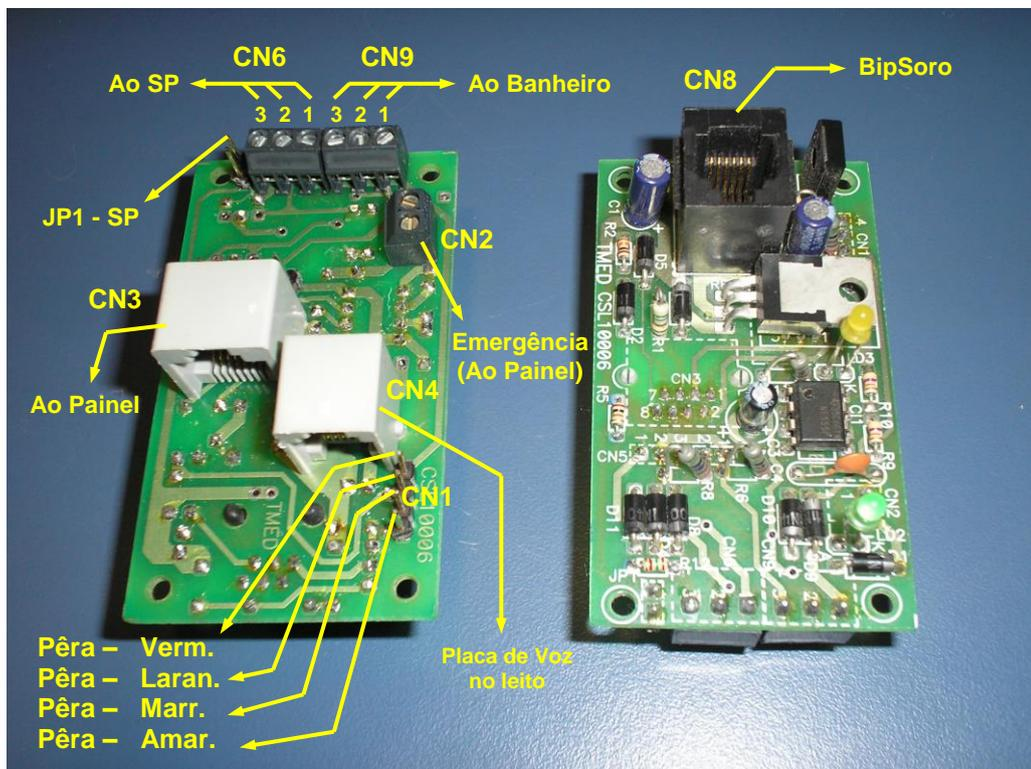

Figura 9 – Unidade de Comando (UC)
A **Figura 9** abaixo corresponde à vista das faces anterior e posterior da placa de circuito da UC. Os passos seguintes o guiarão no processo de instalação da UC em cada um dos leitos.
- a. Na face posterior da placa da UC (veja a **Figura 9**), localize o receptáculo RJ-45 rotulado com "**CN3**". Em seguida, na caixa de passagem onde será instalada a UC, identifique o cabo de pares trançados que vem do **painel de sinalização (PS)**. Na extremidade deste cabo deve haver um plug RJ-45 previamente crimpado. Encaixe este plug no receptáculo **CN3**.
- b. **Execute este passo apenas se você optou por uma chamada de banheiro padrão.** Na face posterior da placa da UC (veja a **Figura 9**), localize o borne de conexão rotulado com "**CN9**". Em seguida, na caixa de passagem onde será instalada a UC, identifique o cabo de pares trançados que vem do banheiro. Use uma chave de fenda 1/8"x3" para conectar uma das vias deste cabo ao pino 1 do borne **CN9**, uma segunda via ao pino 2 e uma terceira via ao pino 3 do mesmo borne. Não esqueça de anotar a correlação entre as cores das vias usadas e o número do pino ao qual estão conectadas.
- c. Na face posterior da placa da UC (veja a **Figura 9**), localize o borne de conexão rotulado com "**CN6**". Em seguida, na caixa de passagem onde será instalada a UC, identifique o cabo de pares trançados que vem do **sinalizador de porta (SP)**. Use uma chave de fenda 1/8" x 3" para conectar uma das vias deste cabo ao pino 1 do borne **CN6**, uma segunda via ao pino 2 e uma terceira via ao pino 3 do mesmo borne. Não esqueça de anotar a correlação entre as cores das vias usadas e o número do pino ao qual estão conectadas.
- d. Certifique-se quanto à existência de um jumper de programação ligando mutuamente os dois pinos de **JP1**. Veja a **Figura 9** acima. *Apenas quando os dois pinos deste jumper estiverem em curto-circuito, o sinalizador de porta estará habilitado e funcionará normalmente num apartamento com uma única UC.*
- e. **Execute este passo apenas se o seu Sistema de Chamada for equipado com viva-voz.** Localize o receptáculo RJ-12 rotulado com "**CN4**" que fica na face posterior da placa da UC. Veja a **Figura 9**. Use o cabo de 6 vias (fornecido com a função opcional de viva-voz) para conectar a placa da UC à placa de voz do leito. *Observe que a placa de voz será instalada numa caixa de passagem 4x4" localizada ao lado da caixa onde será instalada a UC. Observe também que o cabo de 6 vias vai de uma caixa à outra passando pelo eletroduto que as une.*
- f. **Execute este passo apenas se o seu Sistema de Chamada for equipado com chamada de emergência.** Quando o sistema for equipado com chamada de emergência, será necessária a passagem de um fio CCI (usado em instalações telefônicas internas) do painel de sinalização à caixa de passagem onde será instalada a UC. Para isto deve-se sempre usar o mesmo eletroduto (ou calha) por onde passa o cabo de pares trançados que liga o painel à UC. Localize o borne rotulado com "**CN2**" que fica na face posterior da placa da UC. Veja a **Figura 9**. Conecte uma das vias do fio CCI ao pino 1 do borne **CN2** e a outra via ao pino 2.
- h. **Instalando o Sinalizador de Porta (SP):** localize o conjunto do sinalizador de porta (composto pela placa de circuito, pela tampa sega 4x2", pelo suporte da tampa e pelo
- O sinalizador de porta deve ser conectado à UC do leito mais próximo da porta. Na caixa de passagem onde será instalada a placa da UC mais próxima à porta, identifique, o cabo de pares trançados que vem do **SP**. Identifique também o borne rotulado com "**CN6**" localizado na placa desta UC. Escolha três vias do cabo vindo do SP e use uma chave de fenda 1/8"x3" para conectar uma das vias ao pino 1, outra ao pino 2, e outra ao pino 3 deste borne. Na outra extremidade deste cabo (que estará na caixa de passagem onde será instalado o SP), selecione as mesmas três vias para ligar ao borne rotulado com "**CN1**" da placa de circuito do **SP**. Observe que o **pino 1** do borne **CN6** (na UC) deve ser ligado ao **pino 1** do borne **CN1** (no SP). Semelhantemente, o **pino 2** do **CN6** deve ser ligado ao **pino 2** do **CN1** e o **pino 3** do **CN6** deve ser ligado ao **pino 3** do **CN1**. Feito isto, ligue também, em paralelo, o **pino 1** do borne **CN6** de cada uma das outras UCs (da mesma enfermaria) ao **pino 1** do borne **CN6** da UC próxima à porta. Ligue ainda, em paralelo, o **pino 2** do borne **CN6** de cada uma das outras UCs (da mesma enfermaria) ao **pino 2** do borne **CN6** da UC próxima à porta. Veja as **Figuras 9 e 11** acima. Feito isso, remova o jumper de programação **JP1** (veja a **Figura 9**) de todas as UC exceto aquela à qual encontra-se ligado o SP. Noutras palavras, num ambiente com mais de um leito, o jumper **JP1** deve ser instalado apenas na UC diretamente conectada ao **SP**.